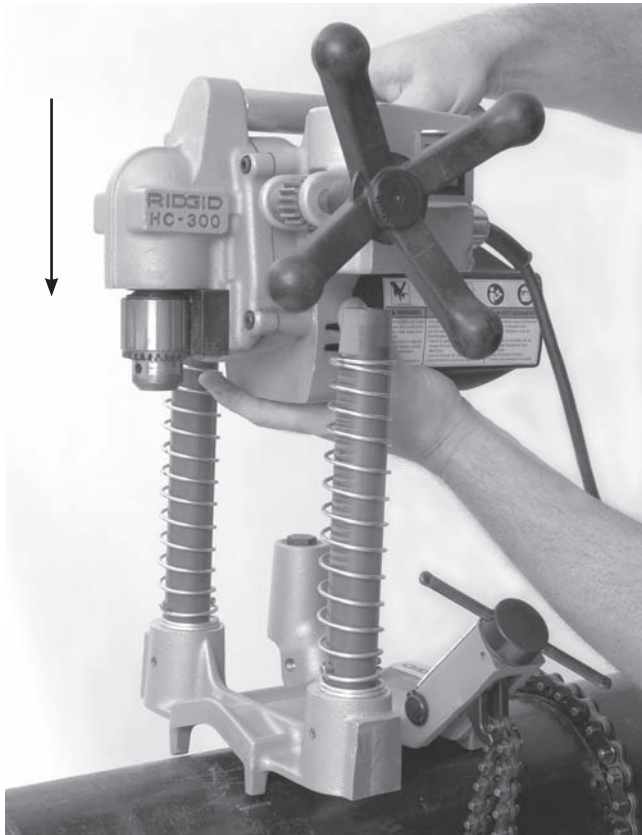

Рис. 9 – Крепление электродвигателя в сборе к основанию в сборе на модели HC-300
- Осторожно поднимите двигатель в сборе и совместите отверстия для стоек в двигателе в сборе со стойками в основании в сборе. Прижмите двигатель в сборе так, чтобы плунжер вошел в зацепление со стойкой для фиксации двигателя в сборе на основании. Проверьте, что двигатель в сборе надежно прикреплен к основанию. (См. рис. 9.)